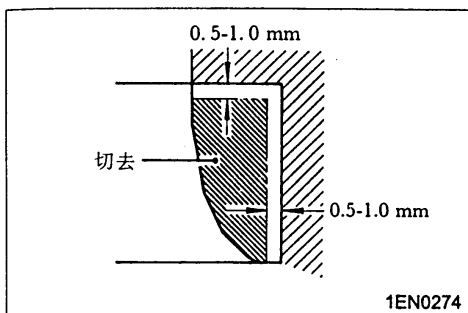

图 4-13
(1) 为了减小壁厚, 将被更换的气门座自其内侧切去, 然后拆下气门座(见图 4-13)。